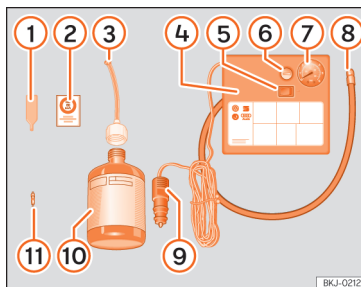

Abb. 41 Prinzipdarstellung: Bestandteile des Pannensets.
Das Pannenset befindet sich im Gepäckraum unter dem Bodenbelag. Es besteht aus folgenden Bestandteilen »» **Abb. 41:**
- Ventilkappe und Ventileinsatz vom Reif Ventil abschrauben. Verwenden Sie den Ventileinsatzdreher » Abb. 41 1 zum Heraus-schrauben des Ventileinsatzes. Legen Sie den Ventileinsatz auf einem sauberen Untergrund ab.
- » **Abb. 41 (10).**
- Schrauben Sie den Einfüllschlauch »» **Abb. 41 ③** auf die Dichtmittelflasche. Die Folie am Verschluss wird automatisch durchstoßen.
- Verschlussstopfen vom Einfüllschlauch »» **Abb. 41 ③** entfernen und das offene Ende ganz auf das Reifenventil stecken.
- Ventileinsatz mit dem Ventileinsatzdreher »» **Abb. 41 ①** wieder in das Reifenventil schrauben.
- Reifenfüllschlauch »» **Abb. 41 ⑧** des Luftkompressors fest auf das Reifenventil schrauben.
- Prüfen, ob die Luftablassschraube »» **Abb. 41 ⑥** zuge dreht ist.
- Stecker »» **Abb. 41 ⑨** in die 12 Volt-Steckdose des Fahrzeugs stecken »» **Seite 171**.
- Luftkompressor mit dem EIN- und AUS-Schalter »» **Abb. 41 ⑤** einschalten.
- Kleben Sie den Aufkleber »» **Abb. 41 ②** im Sichtfeld des Fahrers auf das Kombi-Instrument.
Den Reifenfüllschlauch »» **Abb. 41 ⑤** wieder anschließen und den Reifenfülldruck an der Reifenfülldruckanzeige **⑥** ablesen.